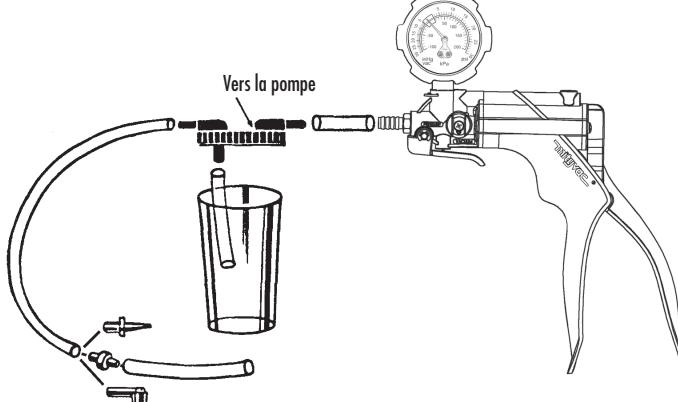

FIGURE 18: KIT DE PURGE DE FREIN
- 3) Glisser 3,8 cm (1-1/2 po) de tuyau entre la pompe et le couvercle du récipient à l'orifice marqué « VERS LA POMPE » (FIGURE 18).